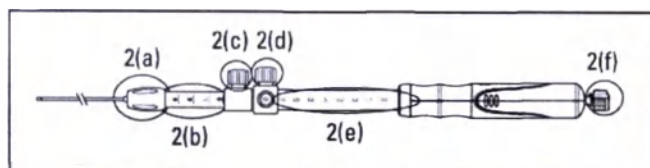

Рисунок 2.
- Убедитесь, что игла полностью убрана, и фиксатор для регулировки длины иглы (рисунок 2(d)) установлен в нулевом положении (рисунок 2(e)).
- Установите необходимую длину интродьюсера относительно длины эхоэндоскопа. Используя фиксатор для регулировки длины интродьюсера (рисунок 2(c)), установите желаемую длину интродьюсера и зафиксируйте ее. Поверните фиксатор для регулировки длины интродьюсера по часовой стрелке для фиксации интродьюсера. Дистальный конец интродьюсера должен визуализироваться на эндоскопическом изображении.
Примечание: цифры и отметки на указателе длины интродьюсера (рисунок 2(b)) предназначены только для информации.
- Продолжайте продвижение изделия до тех пор, пока оно не выйдет из эхоэндоскопа, и на эндоскопическом изображении не будет виден интродьюсер. Затяните люэровское крепление (рисунок 2(a)), повернув его по часовой стрелке, чтобы прикрепить изделие к порту рабочего канала эхоэндоскопа.
Примечание: если требуется отрегулировать длину интродьюсера, ослабьте фиксатор для регулировки длины интродьюсера (рисунок 2(c)) и переустановите его на нужную отметку.
- Отрегулируйте длину иглы до желаемого положения с помощью фиксатора для регулировки длины иглы (рисунок 2(d)). Для контроля глубины проникновения иглы в целевой участок ослабьте фиксатор для регулировки длины иглы, повернув его против часовой стрелки. Совместите фиксатор для регулировки длины иглы с нужной отметкой на рукоятке изделия. Зафиксируйте глубину, повернув фиксатор для регулировки длины иглы по часовой стрелке.
Примечание: цифры на указателе длины иглы (рисунок 2(е)) предназначены только для информации. Цифры указывают длину иглы (в сантиметрах) в прямом положении изделия.
10. Извлеките стилет (рисунок 2(f)) из аспирационного порта изделия, осторожно ослабив его и вытянув из рукоятки изделия.
Примечание: стилет можно свернуть в кольцо и закрепить с помощью механизма клипсы на колпачке стилета (рисунок 2(f)). Стиллет необходимо оставить для дополнительного прохождения иглы в ходе той же процедуры.
2. Подсоедините поставленный шприц к аспирационному порту (рисунок 2(f)) на рукоятке изделия.